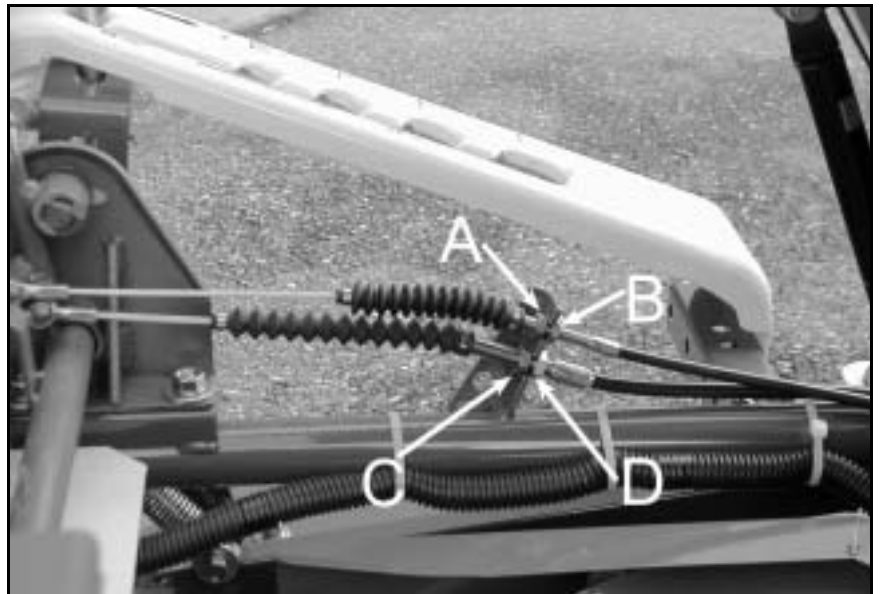

Figure 24
- Si la courroie patine, détendez un peu le câble en dévissant les écrous de blocage A et B (figure 24). Procédez ensuite à un essai pour vérifiez si la courroie ne patine plus.
- Dévissez les écrous de blocage C et D (figure 24) de façon à détendre un peu ce câble.